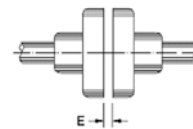

Figure 4.12: Jeu axial de l'accouplement (E)
Aligner soigneusement les extrémités des arbres et utiliser si possible un accouplement élastique, en laissant un jeu minimal (E) de 3 mm entre les accouplements, comme indiqué sur la Figure 4.12.